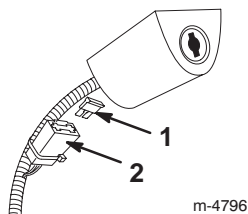

Figure 31
2. Installez le fusible de rechange comme illustré à la Figure 31.